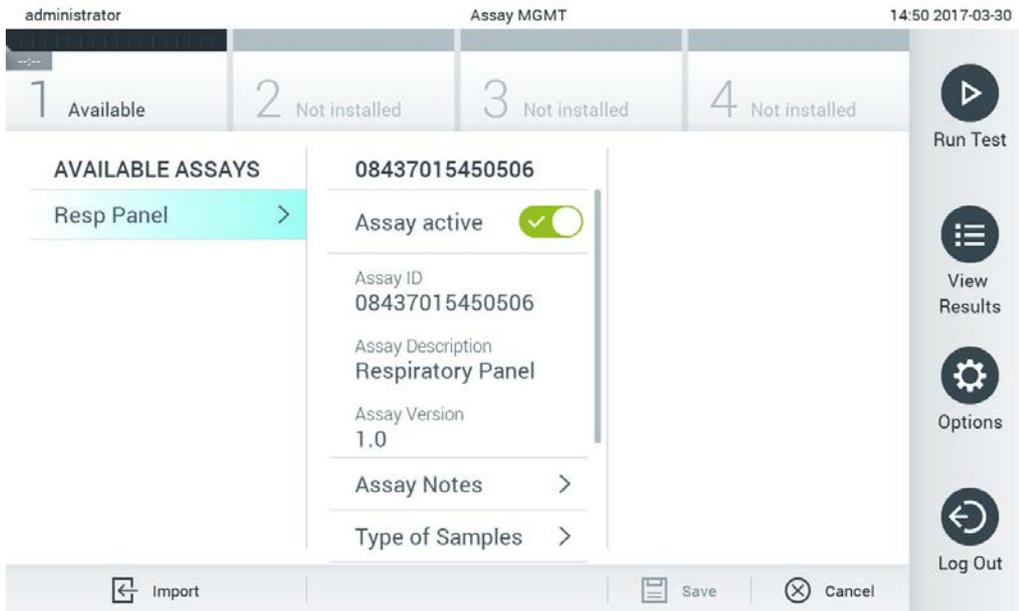

Figure 65. Gestion des dosages disponibles.
1. Appuyez sur le bouton Options (Options), puis sur le bouton Assay Management (Gestion du dosage) pour accéder à l'écran Assay Management (Gestion du dosage). Les dosages disponibles sont répertoriés dans la première colonne de la zone de contenu (Figure 65, page suivante).